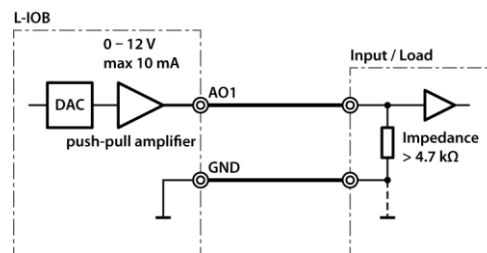

Abbildung 58: Analogausgänge
Abbildung 58 zeigt den Anschluss von Analogausgängen (AO). Beachten Sie, dass die Analogausgänge mit „0-10V OUT“ beschriftet sind, tatsächlich aber über 11V liefern können.